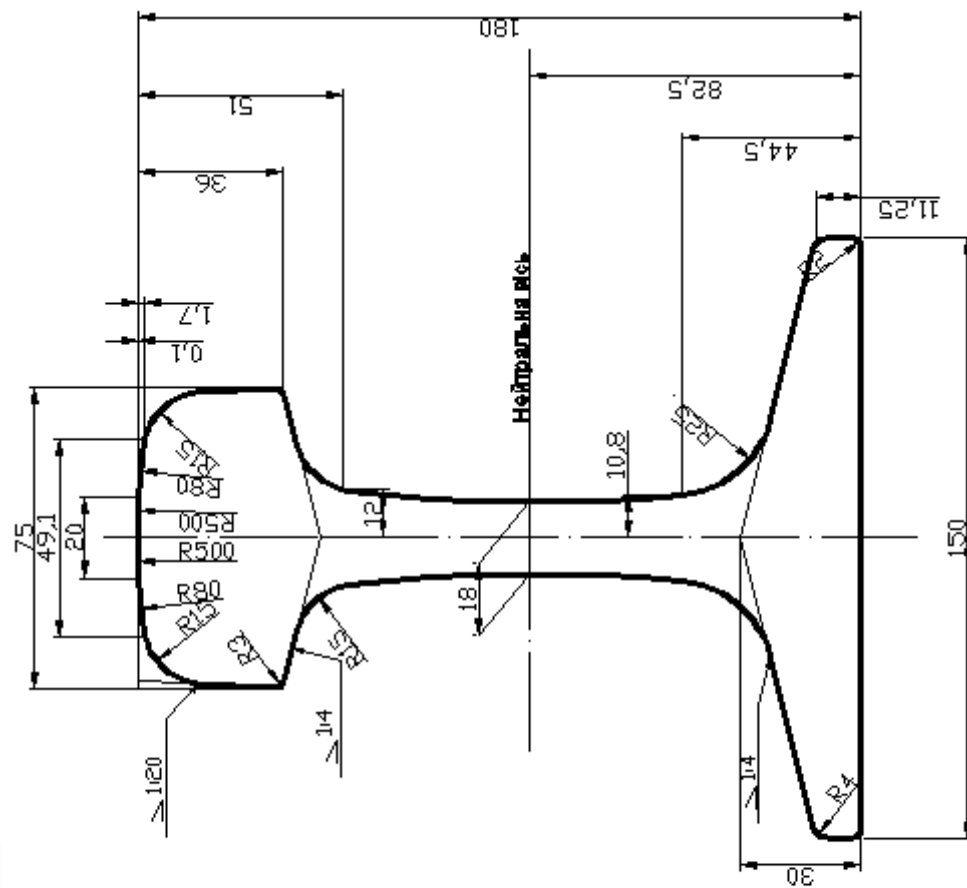

Рис. 18. Поперечний профіль рейки типу Р65
1. У середовищі AutoCAD накреслити поперечний профіль рейки типу Р65 та половину поперечного профілю колеса вантажного вагона (рис. 18, 19, а).